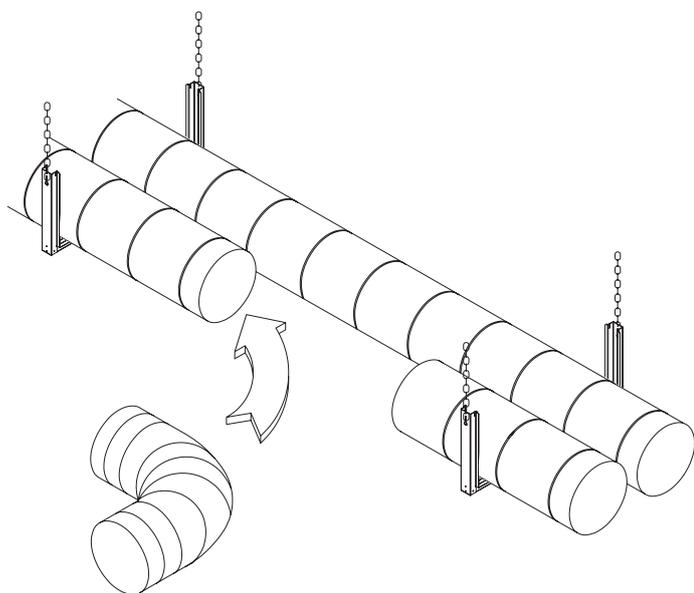

Fig. 4.50 Raccordement des coudes aux tubes en "T"
- 1) Insérez les deux coudes à rayon étroit de 90° comme indiqué sur la fig.4.50.